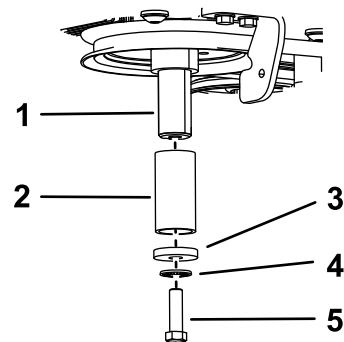

Figure 87
- C. Appliquez du produit antigrippage sur le vilebrequin, puis installez le boulon, la rondelle, la rondelle élastique et une entretoise (réf. Toro 136-5411) sur le vilebrequin (Figure 87).